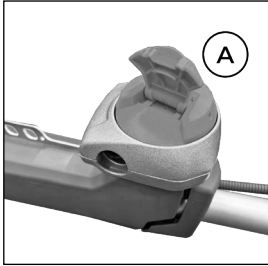

Рис. 2
1. Открутить фиксатор (А) (Рис. 2)